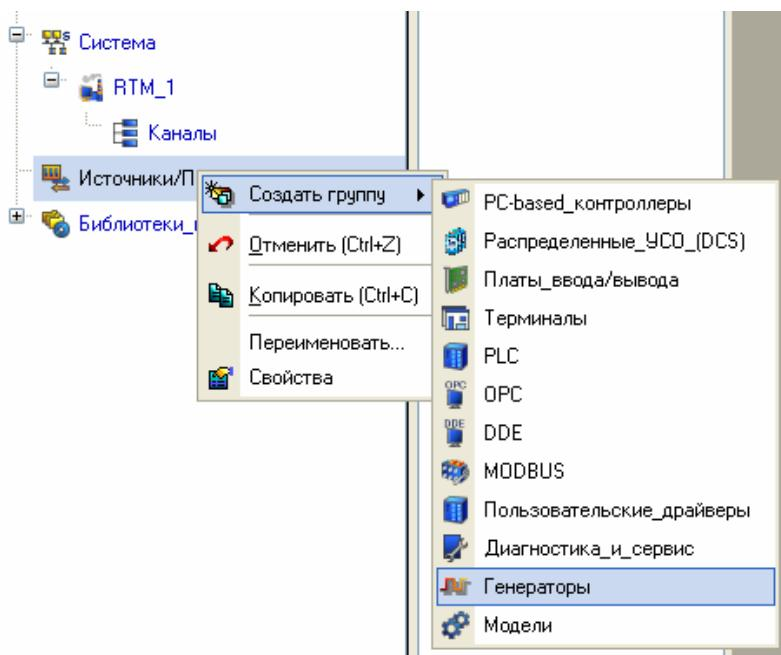

Рис. 3.16
- відкрити шар **Джерела/Приймачі** і через ПК створити в ньому групу компонентів **Генератори** (рис. 3.16);